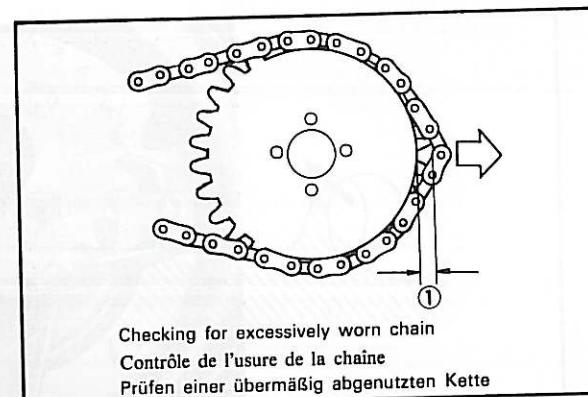

Fig. 5-5-5
If any portion of the chain shows signs of damage, or if either sprocket shows signs of excessive wear, remove and inspect. (Fig. 5-5-5)
Faire de même si la chaîne ou un des pignons présente des signes de dommage. (Fig. 5-5-5)
1. Übermäßiger Verschleiß lässt sich ungefähr bestimmen, wenn die Kette in eingebautem Zustand nach hinten vom hinteren Kettenrad abgezogen wird. Wenn sich die Kette um mehr als eine halbe Kettenzähnhöhe abheben lässt, ist die Kette abzunehmen und zu prüfen. Wenn die Kette eine beschädigte Stelle aufweist, oder wenn ein Kettenrad Zeichen von starker Abnutzung zeigt, diese Teile abnehmen und prüfen. (Fig. 5-5-5)